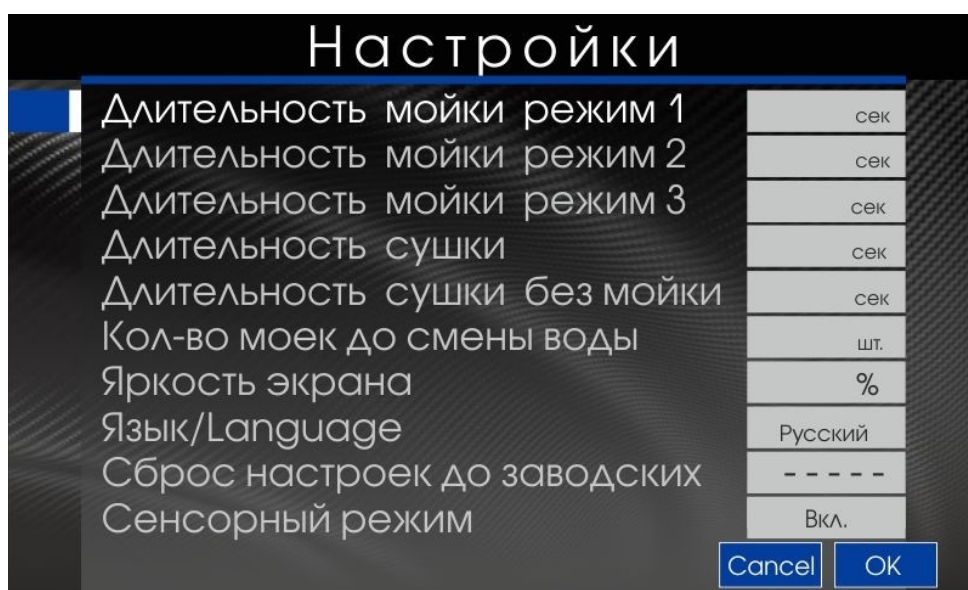

Рис. 9
5.7. В меню настроек (рис. 9) можно попасть, удерживая нажатым логотип по центру экрана или нажать и удерживать нажатой кнопку STOP. Перелистывание по пунктам меню осуществляется кнопкой А, изменение параметров кнопками 1 и 2. Для выхода из меню необходимо нажать «ОК» или кнопку STOP на клавиатуре (выход с сохранением настроек). Нажать «Cancel» (выход без сохранения настроек).